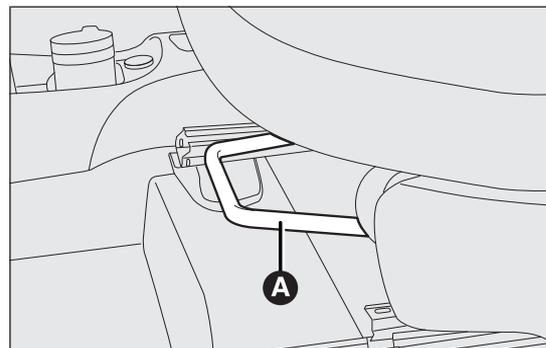
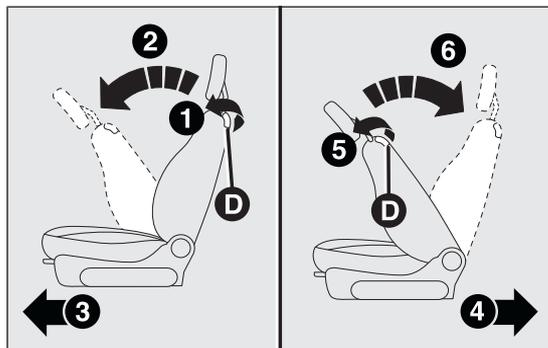

fig. 31
fig. 34
Soulever le levier A fig. 31 et pousser le siège vers l'avant ou vers l'arrière : en position de conduite, les bras doivent reposer sur la couronne du volant.
Pour rabattre le dossier, agir sur le levier D fig. 34 (mouvement 1) et pousser le dossier vers l'avant jusqu'à son blocage (mouvement 2).
- agir sur le levier D fig. 34 (mouvement 5) ;
ATTENTION Si l'on actionne le levier D fig. 34 avant le blocage du siège dans sa position initiale, on perd la position d'origine. Dans ce cas, il faudra régler la position du siège à l'aide du levier de réglage longitudinal A fig. 31.